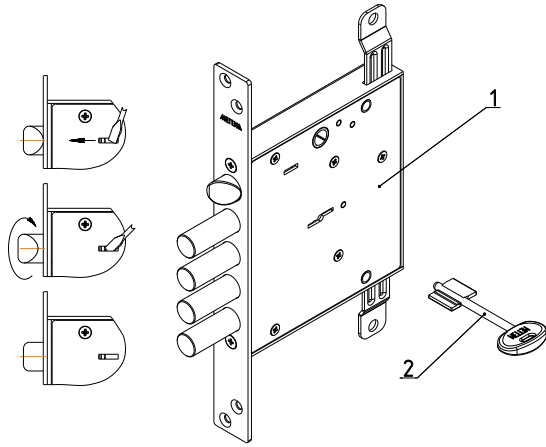

Рис.1
Комплектность замка приведена в таблице и показана на рис. 1.
4.1. Внешний вид и установочные размеры замка показаны на рис.1, 2.
корпуса отверткой через отверстие в крышке замка и разворота на 180° вокруг своей оси (см. рис.1).